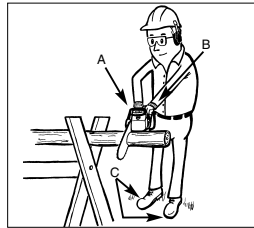

Abb. 17
Zu Ihrer Sicherheit und zum Erleichtern der Sägearbeiten ist die richtige Position für einen vertikalen Längenzschnitt erforderlich (Abb. 17).
- C. Verteilen Sie Ihr Gewicht auf beide Füße. Abb. 17